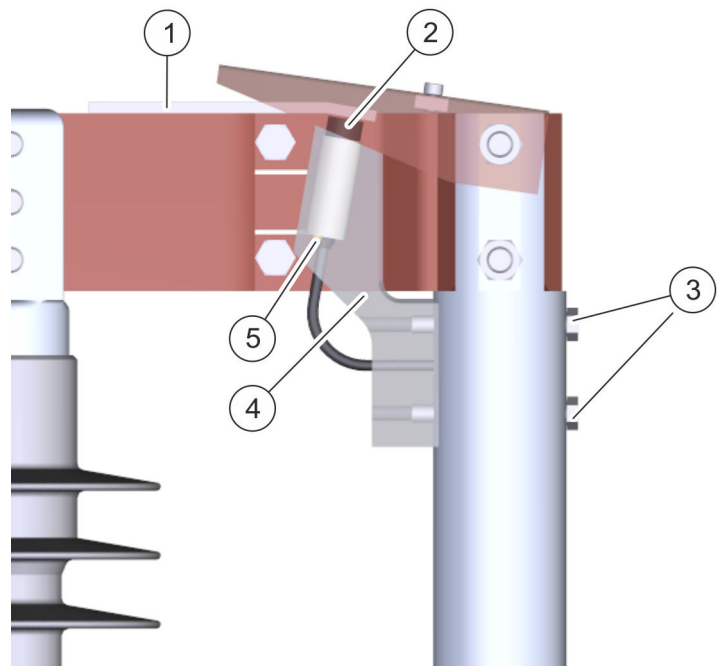

Abb. 7: Draufsicht auf die geschlossenen Hauptkontakte, ohne Abdeckblech
- Abstand zwischen Kontaktfinger (Abb. 7/1) in der Stellung „EIN“ und Oberkante des Sensors (Abb. 7/2) messen. Dieser Abstand muss zwischen 1 und 2,5 mm betragen.
1. ▶ Beide Sechskant-Halteschrauben (Abb. 7/3) Größe 6 lösen.
2. ▶ Sensorwinkel (Abb. 7/4) verschieben.
3. ▶ Abstand des Sensors (Abb. 7/2) zum Kontaktfinger (Abb. 7/1) auf 1 – 2,5 mm einstellen.
5. ▶ Sechskant-Halteschrauben (Abb. 7/3) festziehen.
6. ▶ Sechskant-Halteschrauben (Abb. 7/3) am Sensorwinkel (Abb. 7/5) im Bedarfsfall lösen, um einen zu geringen Verstellweg in den Langlöchern des Haltewinkels auszugleichen.
Wenn der Sensor bereits elektrisch angeschlossen ist, lässt sich die korrekte Funktion des Sensors durch die an der Unterseite befindliche Leuchtdiode (Abb. 7/5) kontrollieren. Die Leuchtdiode leuchtet bei geschlossenem Schalter.